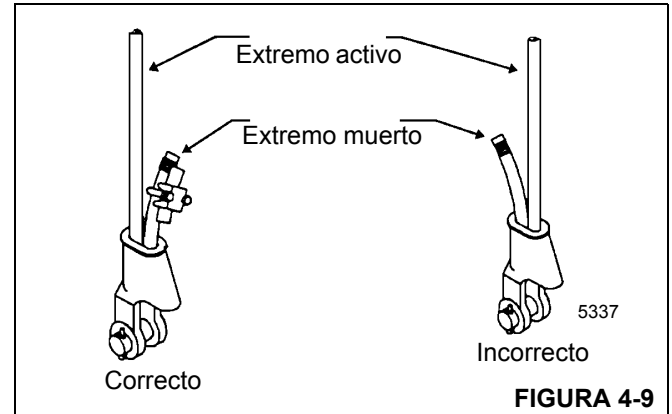

FIGURA 4-9
3. Verifique de que el lado del extremo activo del cable (Figura 4-9) quede directamente en línea con las orejetas del receptáculo y en el sentido de la tracción que se aplicará al cable. Si el cable no se instala correctamente en el receptáculo, el cable se doblará bajo carga a